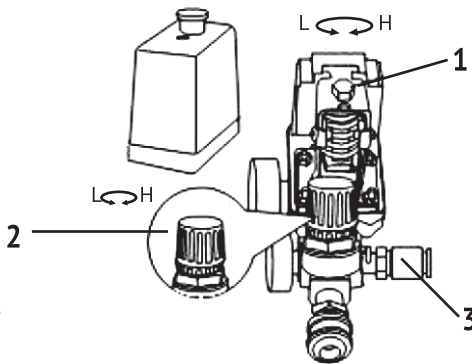

Рис. 3
- Выходное давление воздушного компрессора можно регулировать при помощи регулирующего клапана (Рис. 3).